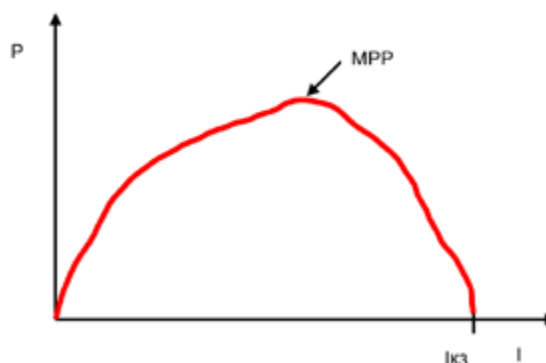

Рис.3
Точка МРР на приблизному графіку залежності вихідної потужності (P) від струму навантаження (I) для сонячної панелі показана на рис.3.